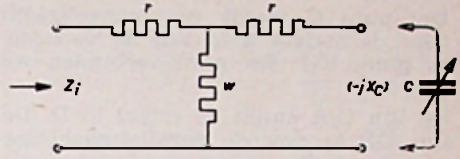

Fig. 43 30899
4) Variabele capacatieve reactantie (fig. 43)